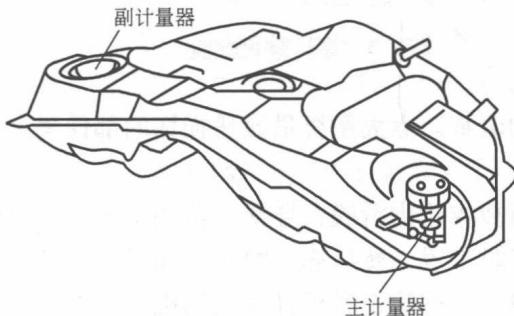

图1-3 燃油计量器
2) 目视检查。线束接头松动、脱落、仪表指示情况、真空管连接情况等，并注意观察油箱存油情况，起动时转速表有无变化，燃油压力脉动衰减器顶部中心的螺钉是否鼓突出来等。如打开点火开关，若汽油表指针不动或油量警告灯亮，则说明油箱内无油，应加满汽油后再起动。值得注意的是有的发动机前置后轮驱动的车辆，为便于传动轴布置和保证车辆重心位置，其燃油箱采用马鞍形，传动轴穿过燃油箱底部中央，燃油箱的形状如图 1-1 所示。此时，采用喷射泵可将燃油从无燃油泵的油箱侧传输至有燃油泵的油箱侧。喷射泵的结构及运作如图 1-2 及图 1-3 所示。喷射泵位于燃油箱内，由于传动轴位于燃油箱底部中央，燃油箱的形状导致燃油被分为 A 室和 B 室两个部分。当燃油液面下降时，B 室的燃油被停止泵出。为防止此现象的发生，提供一个喷射泵将 B 室的燃油送往 A 室。这是通过利用燃油的流动来实现的。通过燃油的流动产生负压，当负压作用于喷管时，就将燃油从 B 室吸入，送至 A 室。